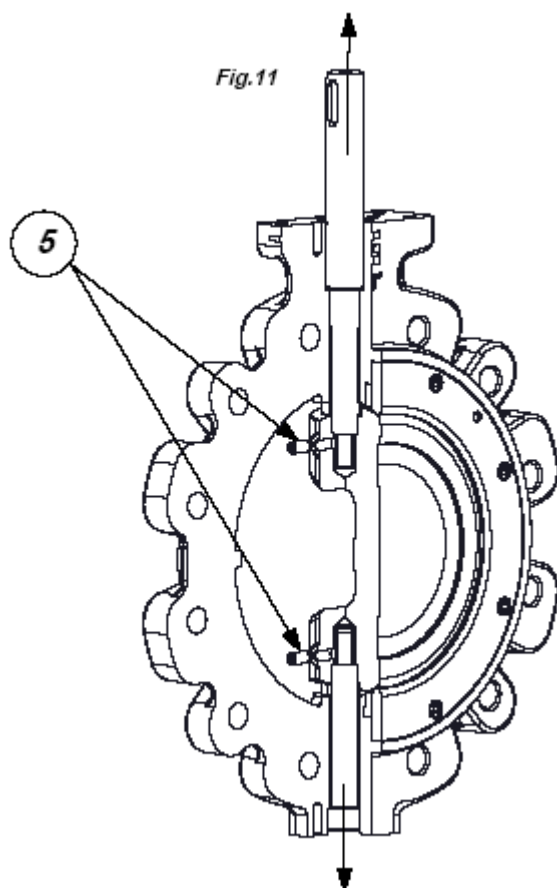

Fig.11
- Skru stifterne (5) ud mellem aksel og klap (fig.11 DN50-DN300)
- Fjern akslerne helt (fig.11 og fig.12)